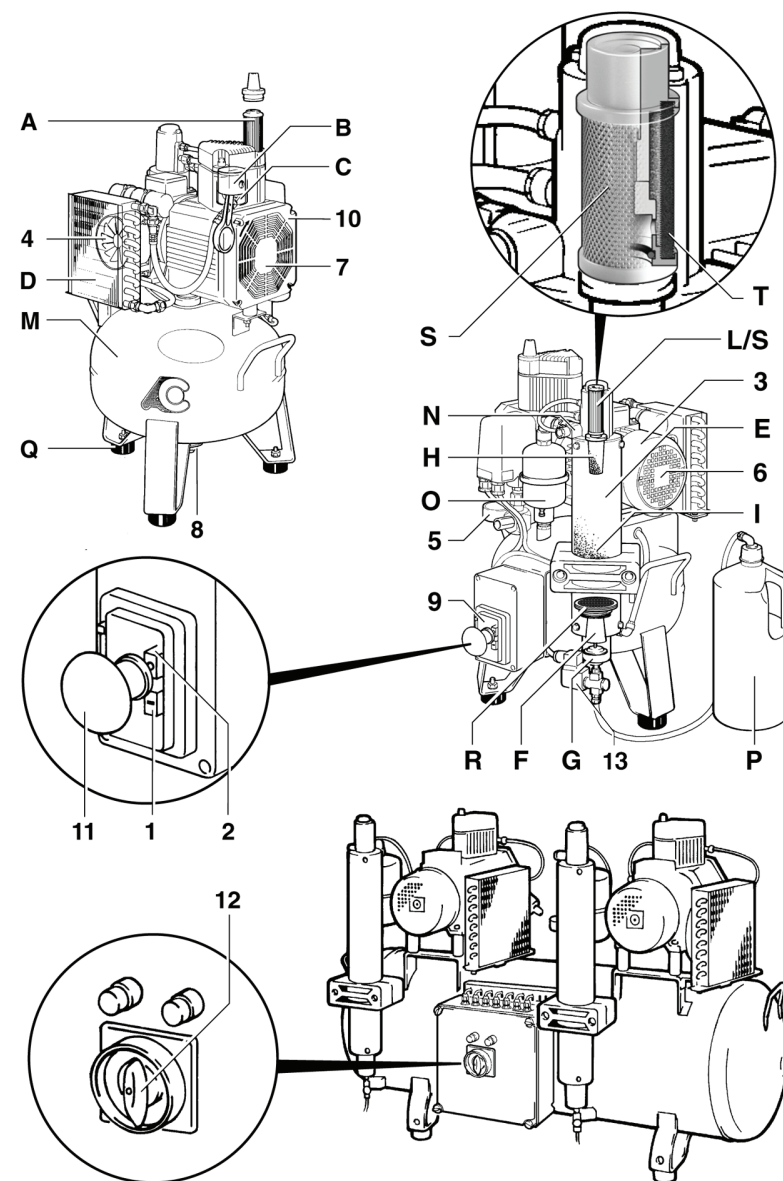

Рис. 1
Воздух попадает в цилиндр через фильтр (A) (см. рис. 1), где происходит его предварительная очистка, этот фильтр удерживает атмосферную пыль, гарантируя чистоту воздуха и обеспечивая тем самым нормальную работу поршней и цилиндров. Движение поршня (B) внутри цилиндра (C) осуществляется без смазки, покрытие поршня совместимо с покрытием внутренней части цилиндра, и поэтому не происходит существенного износа их поверхностей в результате трения.
Воздух в компрессоре несколько раз фильтруется и проходит через силикагелевую смесь, которая адсорбирует влагу в температурном диапазоне от +5°C до +35°C. Перерыв в работе, необходимый каждому компрессору, используется для восстановления силикагеля (см. ниже). Профильтрованный и осушенный воздух считается пригодным для инструментов и безопасен для лечения зубов с гигиенической точки зрения. Качество воздуха может быть улучшено с помощью стерилизующего фильтра (S) (см. рис. 1), установленного на выходе. Фильтр-картридж "SA" Balston с фильтрующей сеткой (T) из микроволокон боросиликатного стекла с эффективностью 99,9999+% поглощает частицы 0,01 м. Фильтры Balston можно стерилизовать в автоклаве при температуре 135°C (max. 20 циклов); при использовании чистого воздуха срок службы фильтра около 1 года, если условия работы не потребуют более частой замены фильтра. Воздух считается чистым, если, проходя по достаточно короткому трубопроводу, не вызывает термических напряжений.
Состав компрессора представлен на рис. 1